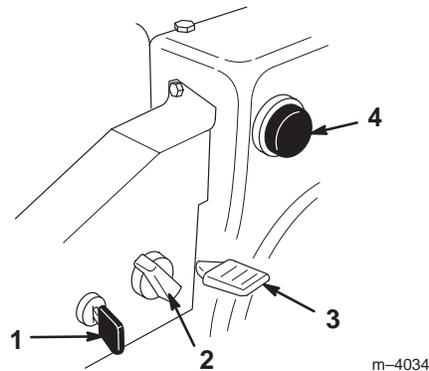

Bild 15
- **Zündschloss** (Bild 15) – Stecken Sie den Zündschlüssel ein, bevor Sie den Motor starten. Ziehen Sie den Zündschlüssel, um den Motor abzustellen.
- **Choke** (Bild 15) – Drehen Sie zum Anlassen eines kalten Motors den Choke im Uhrzeigersinn ganz auf **Ein**. Wenn sich der Motor erwärmt, drehen Sie den Choke langsam gegen den Uhrzeigersinn in die Position **Aus**.
- **Gashebel** (Bild 15) – Bewegen Sie den Gashebel nach oben, um die Motordrehzahl zu erhöhen, und nach unten, um die Drehzahl zu reduzieren. Stellen Sie den Gashebel auf **Stopp**, um den Motor zu stoppen.
- **Kaltstarthilfe** (Bild 15) – Betätigen Sie die Kaltstarthilfe, um eine geringe Kraftstoffmenge in den Motor zu pumpen, damit er sich bei kaltem Wetter leichter starten lässt.
2. Ziehen Sie den Zündschlüssel (Bild 15).
3. Ziehen Sie den Choke-Knopf (Bild 15).
5. Drehen Sie den Choke (Bild 15) auf **Ein**.
6. Stecken Sie den Zündschlüssel ein (Bild 15).
7. Decken Sie das Loch in der Mitte der Kaltstarthilfe (Bild 15) mit dem Daumen ab und drücken Sie diese drei Mal ein, wobei Sie jedes Mal einen Moment warten.
10. Sobald der Motor anspringt, drehen Sie den Choke (Bild 15) sofort in die 3/4-Position. Wenn sich der Motor erwärmt, drehen Sie den Choke in die 1/2-Position. Wenn der Motor warm gelaufen ist, drehen Sie den Choke in die Position **Aus**.